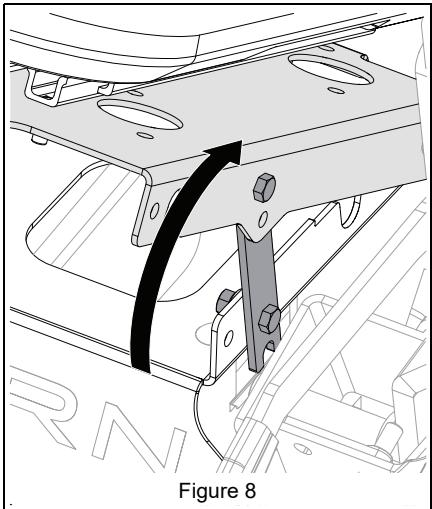

Figure 8
12. Faire glisser le siège vers l'arrière en position de travail. Voir Figure 8.